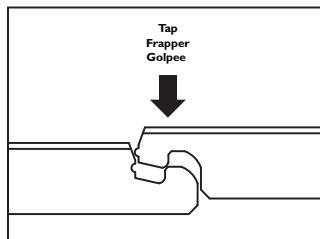

Fig. 3 - Frappez les joints d'extrémité.
6. Posez les pièces de gauche à droite. Emboitez les joints d'extrémité en alignant la languette d'extrémité avec la rainure d'extrémité de la planche précédente puis en frappant les joints ensemble. Voir Fig. 3.